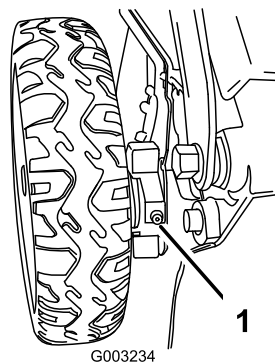

Figure 40
1. Essayez les graisseurs situés juste à l'intérieur des roues arrière avec un chiffon propre (Figure 40).